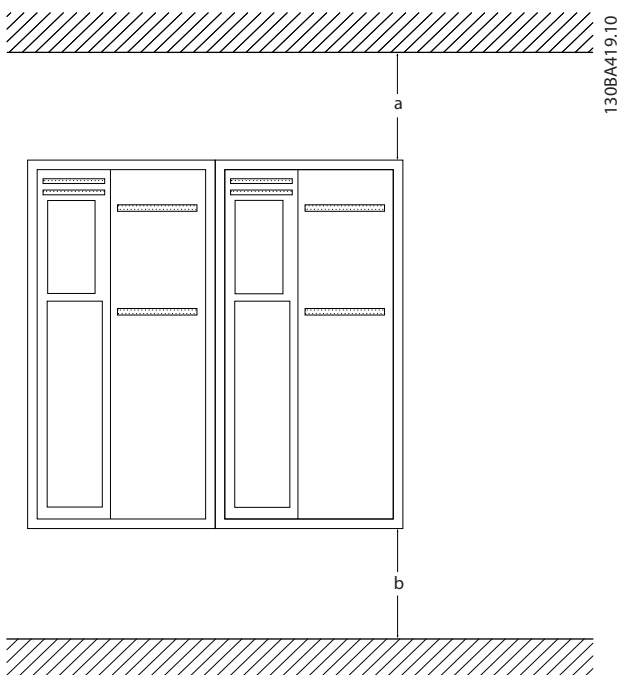

Рисунок 2.1 Зазоры для охлаждения в верхней и нижней части устройства
- В верхней и нижней части преобразователя следует оставить доступ воздуху для охлаждения. Обычно зазор должен составлять 100–225 мм. Требования к зазорам для циркуляции воздуха см. в Рисунок 2.1.